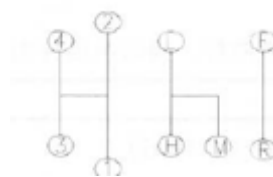

Figura 3-2 Diagrama esquemático de varias combinaciones de las posiciones de las marchas de
• **Cambio de lanzadera 12+12 (d en la Figura 3-2)**